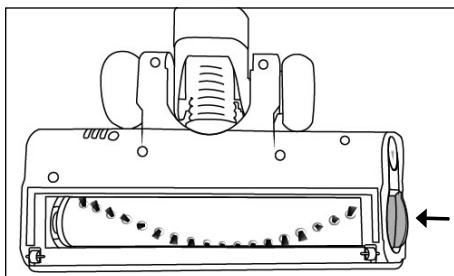

Abb. 28
- 4) Setzen Sie die Bürstenrolle 20 so in die Bodenbürste 21 ein, dass sie hörbar mit einem Klickgeräusch in der Halterung einrastet und fest in der Bodenbürste 21 sitzt (siehe Abb. 28).